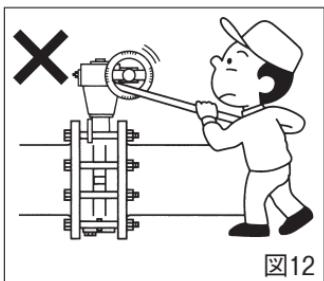

図12
- X. 手動式のバルブを開閉するために二次的な道具(例:ハンドル回し等)を使用して開閉しないでください。バルブの損傷の原因となります(図12)